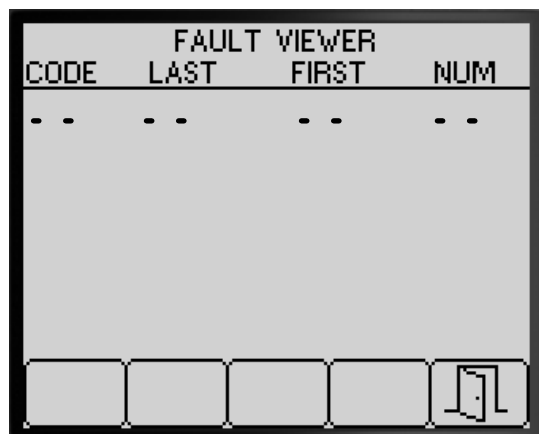

図 87
- 画面に表示される散布システムが検知した不具合の記録を見る 図 87。
- ボタン 5 を押すと FAULT VIEWER 画面を終了し、診断画面に戻る 図 87。
- ボタン 5 を押すと ABOUT 画面を終了し、診断画面に戻る 図 87。